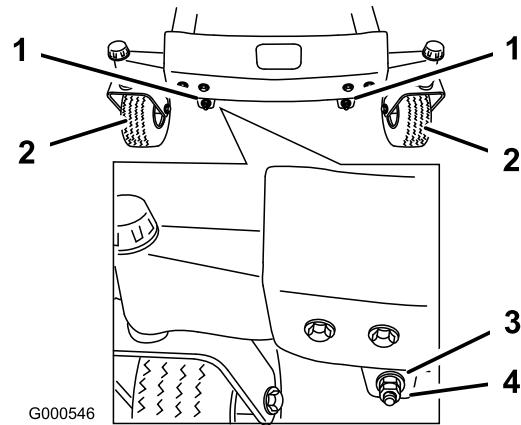

Figura 47
11. Para ajustar la inclinación longitudinal, retire las contratuercas y luego gire las tuercas de ajuste de la parte delantera del cortacésped (Figura 47).
13. Después de ajustar en la misma medida ambas tuercas de ajuste, verifique de nuevo la inclinación longitudinal. Siga ajustando las tuercas hasta que la punta de la cuchilla más avanzada esté entre 1,6–7,9 mm más baja que la punta de la cuchilla más atrasada (Figura 47).
Nota: Despues de ajustar las tuercas de ajuste, asegúrese de que no hay ninguna holgura en ninguna de las varillas (Figura 48). Apriete cualquiera de ellas para eliminar la holgura, si la hubiera (Figura 47).